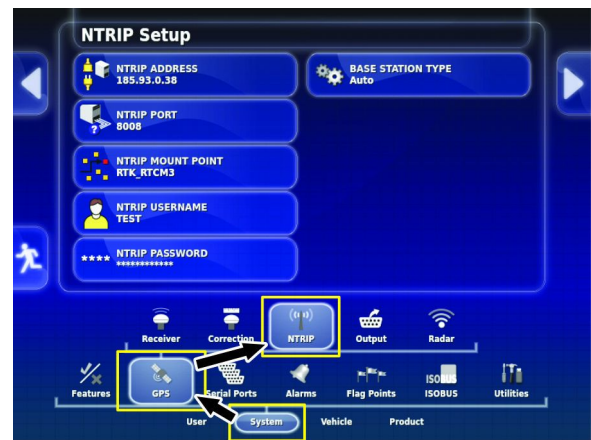

**Figura 3**
3. En la pantalla de inicio, pulse el icono CONFIGURACIÓN (**Figura 3**).